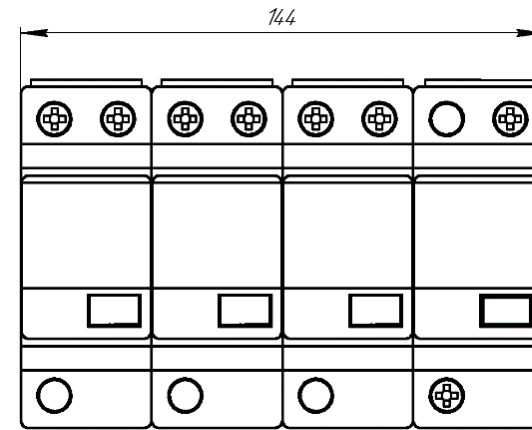
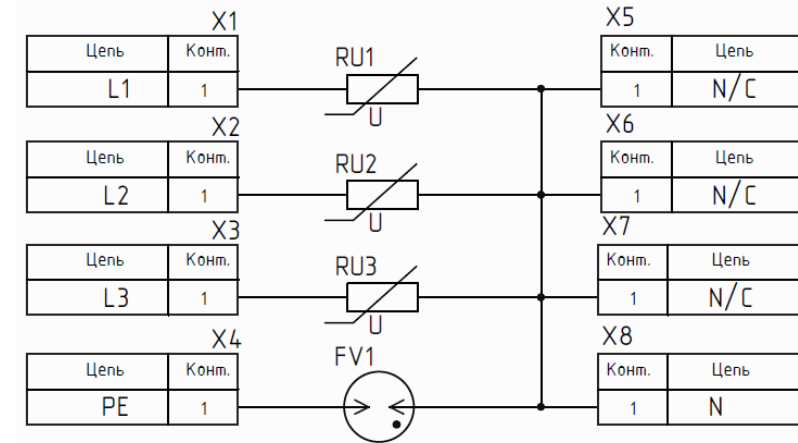

Рисунок 1 - Габаритные размеры УЗИП
Рисунок 3 - Принципиальная электрическая схема УЗИП
1.4.4 Габаритные размеры УЗИП представлены на рис. 1. Принципиальная электрическая схема УЗИП представлена на рис. 3.